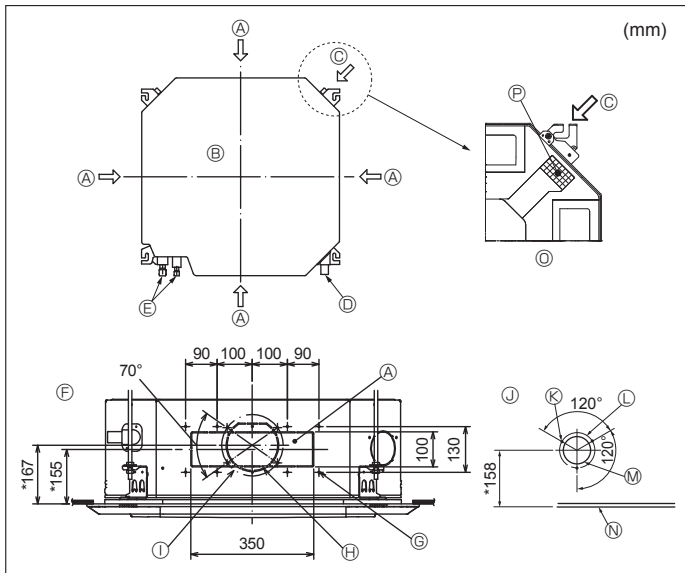

Fig. 3-3
3.3. Orifice pour le tuyau d'embranchement et orifice pour l'arrivée d'air frais (Fig. 3-3)
Lors de l'installation, utiliser les orifices des tuyaux (coupés) dont les positions sont indiquées dans les Fig. 3-3, en cas de nécessité.